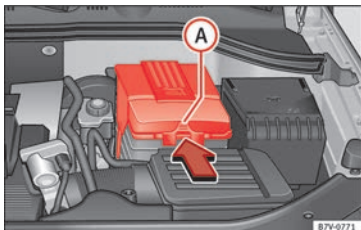

Abb. 248 Im Motorraum: Abdeckung für die Fahrzeugbatterie abnehmen.
- *Bei einer Abdeckung:* Auf die Lasche »» **Abb. 248** in Pfeilrichtung drücken und Abdeckung nach oben abnehmen.